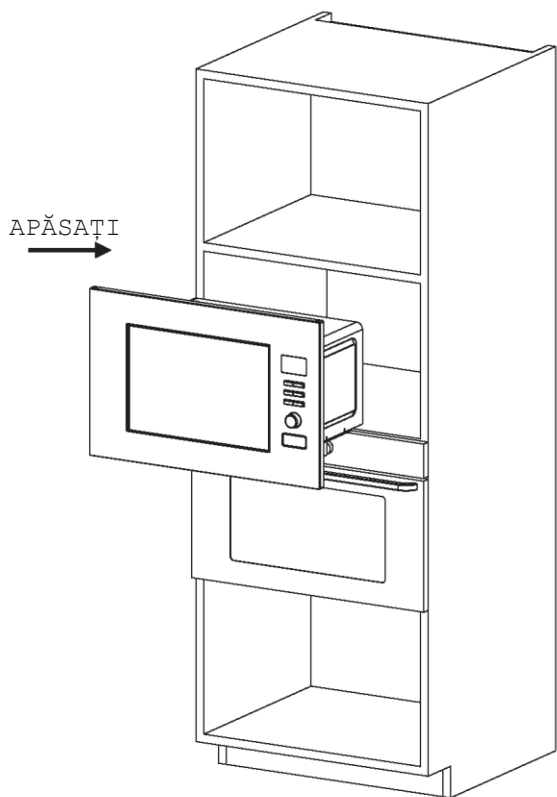

Fig. 1
② INSTALARE:
a) Puneți cuptorul cu microunde în dulapul încorporat și împingeți-l înaintea până la capăt. (Fig. 1)